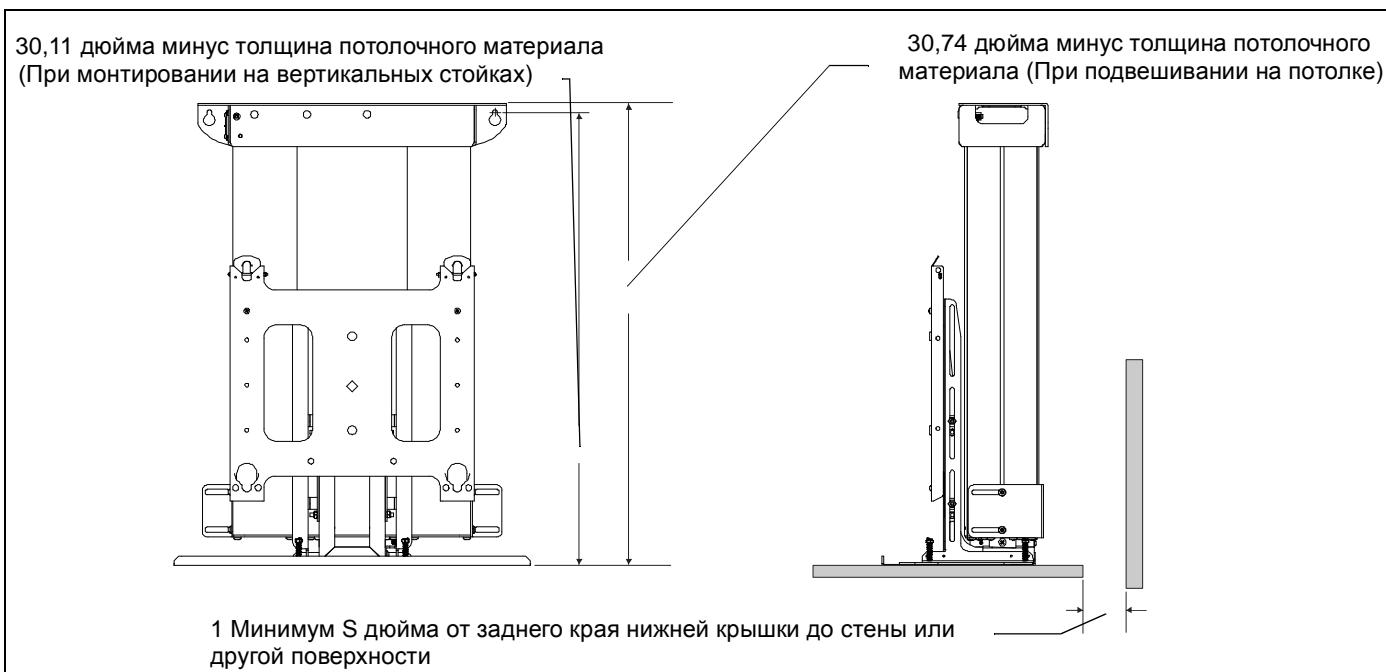
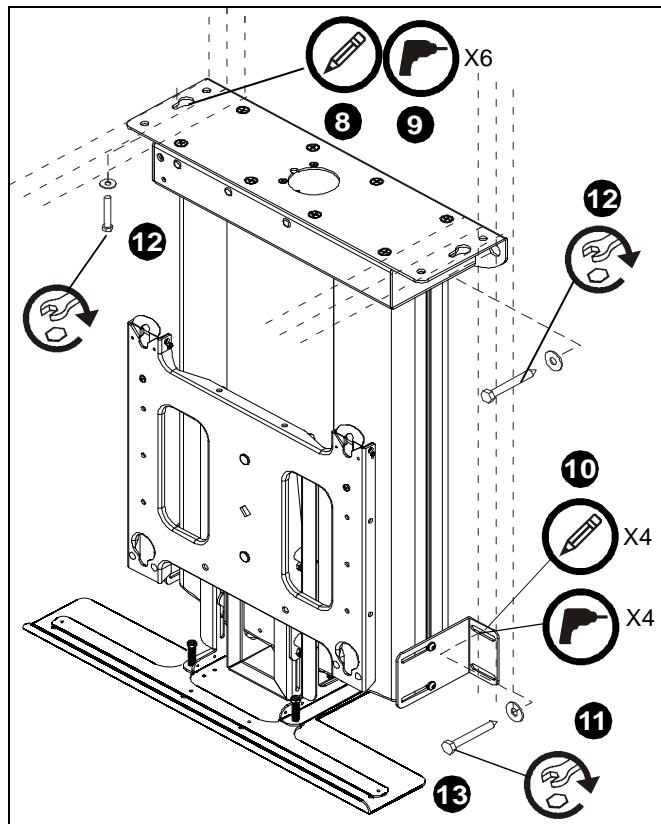

рис. 15
рис. 16
- Выровняйте положение кронштейна по вертикали и горизонтали. (см. рис. 15)
- Ослабьте четыре винта, закрепляющих боковые монтажные кронштейны на кронштейне, и отрегулируйте положение боковых монтажных кронштейнов, чтобы они были правильно расположены по отношению к стойкам. (см. рис. 16)
7. При использовании размеров, указанных на рис. 15, отметьте расположения монтажных отверстий опорной панели. (см. рис. 16)
9. Отметьте расположение четырех монтажных отверстий боковых кронштейнов (если используются). (см. рис. 16)
11. Закрепите опорную панель на структуре с использованием двух (при монтажировании в стене) или шести (при монтажировании на потолке) плоских шайб 5/16" и двух или шести болтов 5/16" x 2 1/2". (см. рис. 16)
12. Закрепите боковые кронштейны (если используются) на стойках с использованием четырех плоских шайб 5/16" и четырех болтов 5/16" x 2 1/2". (см. рис. 16)